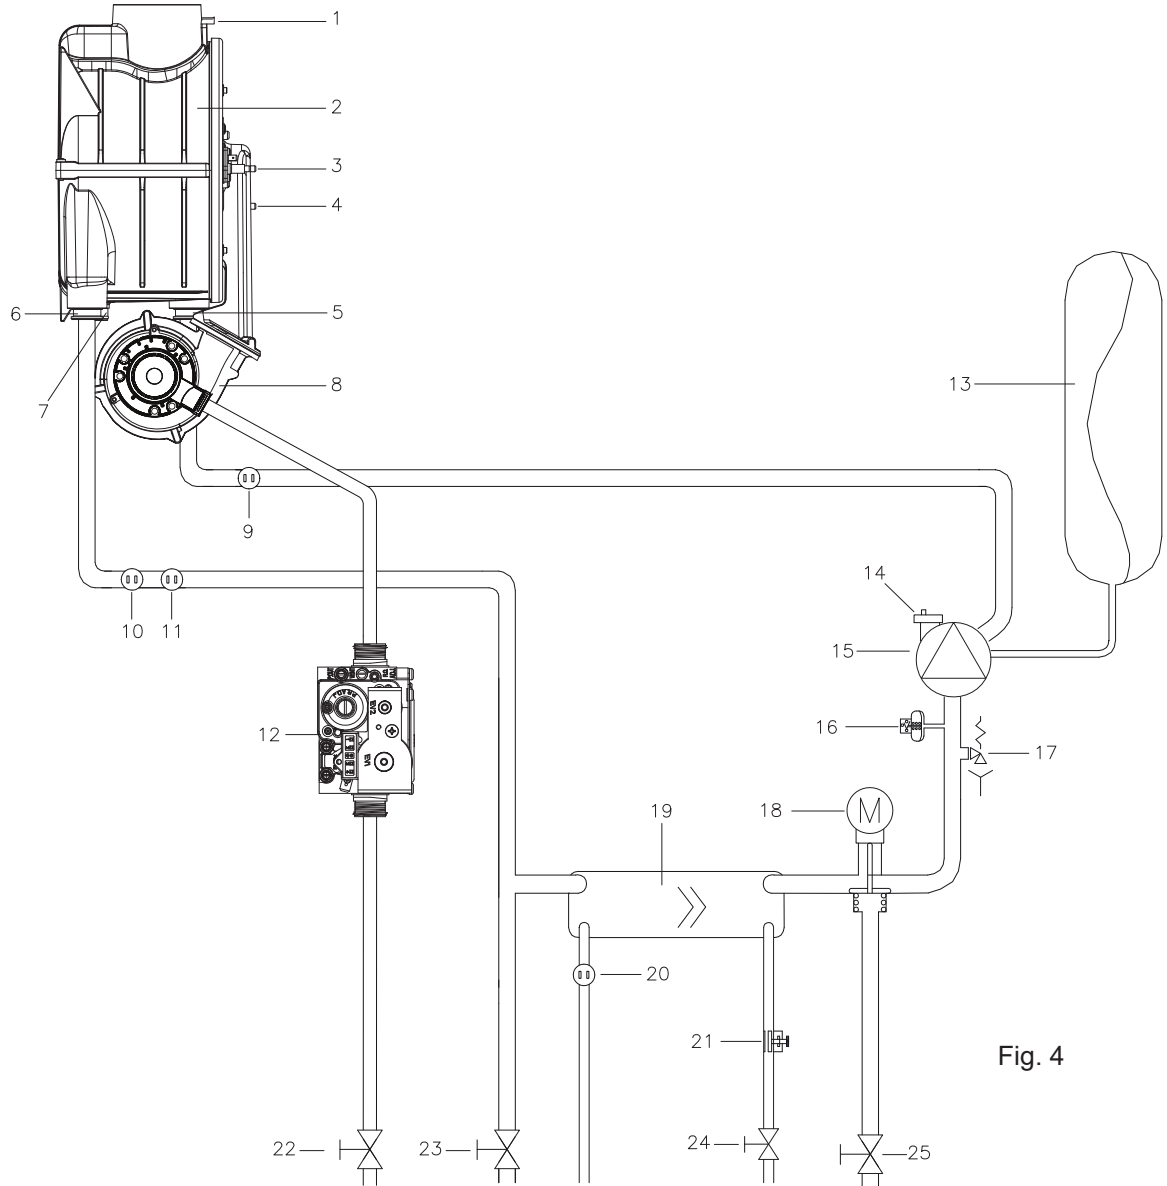

**Fig. 3**
**2.0 GENERAL LAYOUT (Fig. 3)**